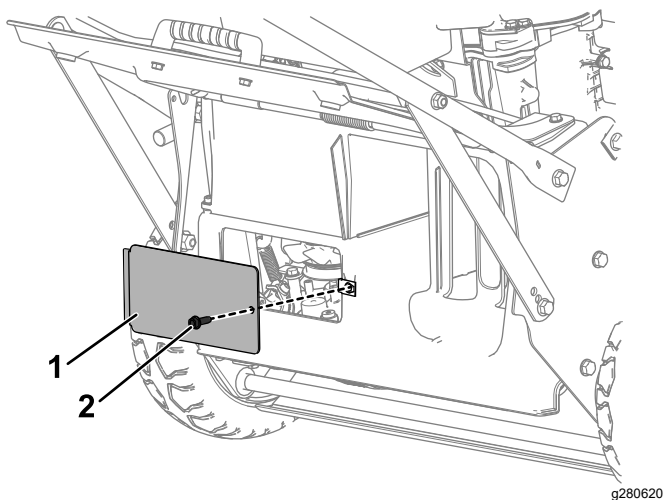

Figura 47
8. Retire la ventanilla trasera, situada bajo el deflector de descarga trasera, retirando el perno que la sujeta en su lugar (Figura 47).